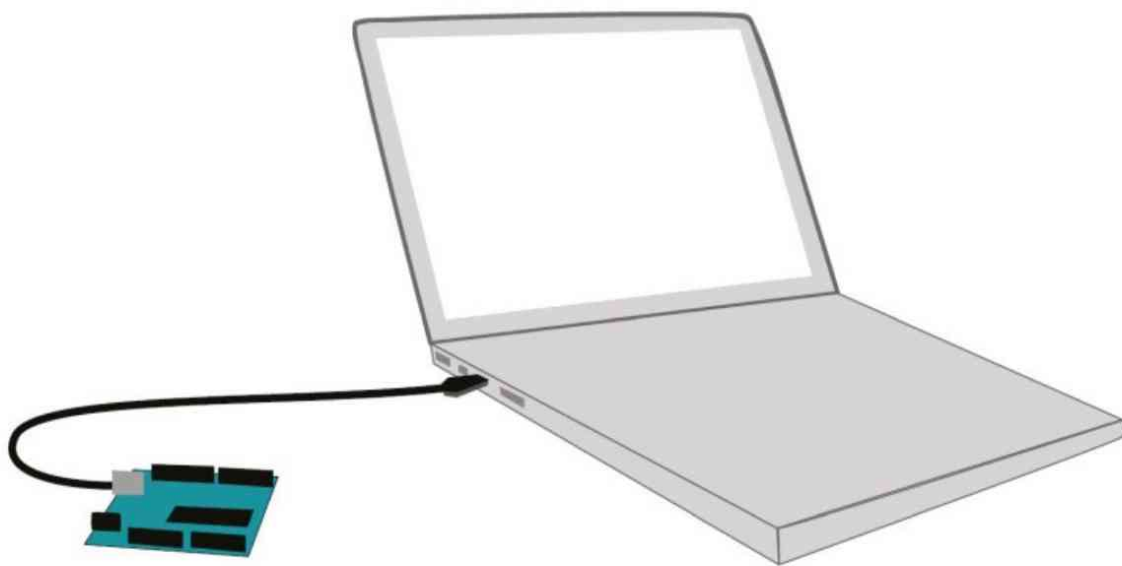

FIGURA 4.27 Asegúrate de que el ordenador está bien conectado al Arduino mediante el cable USB A-B.
- ▣ El cable USB está bien conectado al ordenador y al Arduino (figura 4.27).